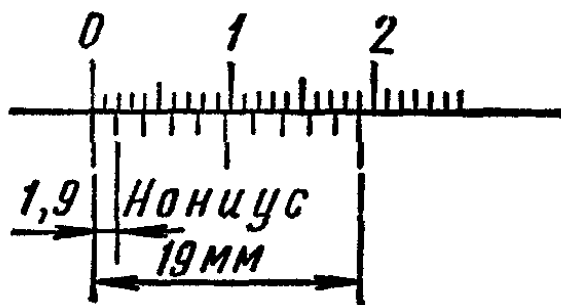

Рис. 2. Нониус
2. освоить устройство нониуса штангенциркуля (рис. 2): длина нониуса 19 мм разделена на 10 равных частей. Одно деление нониуса равно $19:10=1,9$ мм, это на 0,1 мм меньше целого числа миллиметров.